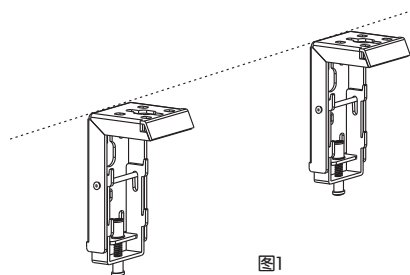

图1
2. 将安装架安装在银幕背面或顶部所对的平面上，并且确保左右两个安装架在同一条水平直线上。（建议：安装时在墙面或天花板上画一条水平直）（如图1）